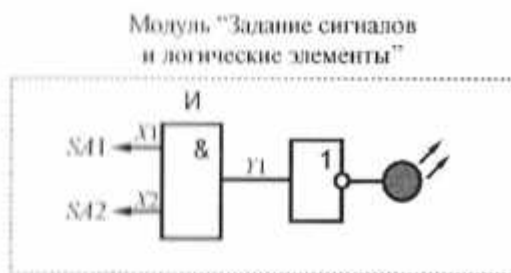

Рис. 2.4. Схема электрическая соединений лабораторного модуля для изучения работы логического элемента И
17. Согласно рис. 2.4 выполнить электрические соединения модуля для изучения работы логического элемента И. **Монтаж схемы производить при отключенных автоматических выключателях и переключателях питания.**